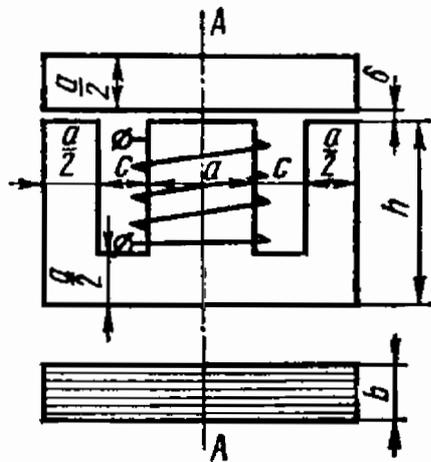

Рис. 9.15
9.15. Ш-образный магнитопровод типа Ш16×20 выполнен из пластин стали Э12. На рис. 9.15 указаны размеры: $a = 16$ мм, $b = 20$ мм, $c = 16$ мм, $h = 40$ мм и $\delta = 0,5$ мм.